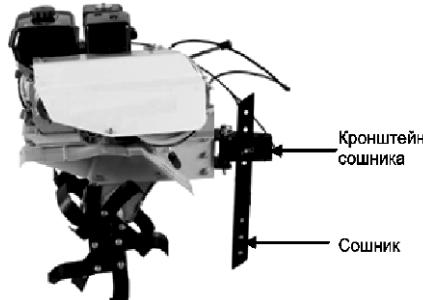

Рис. 4
4. Установите на культиватор кронштейн сошника и сошник (рис. 4).